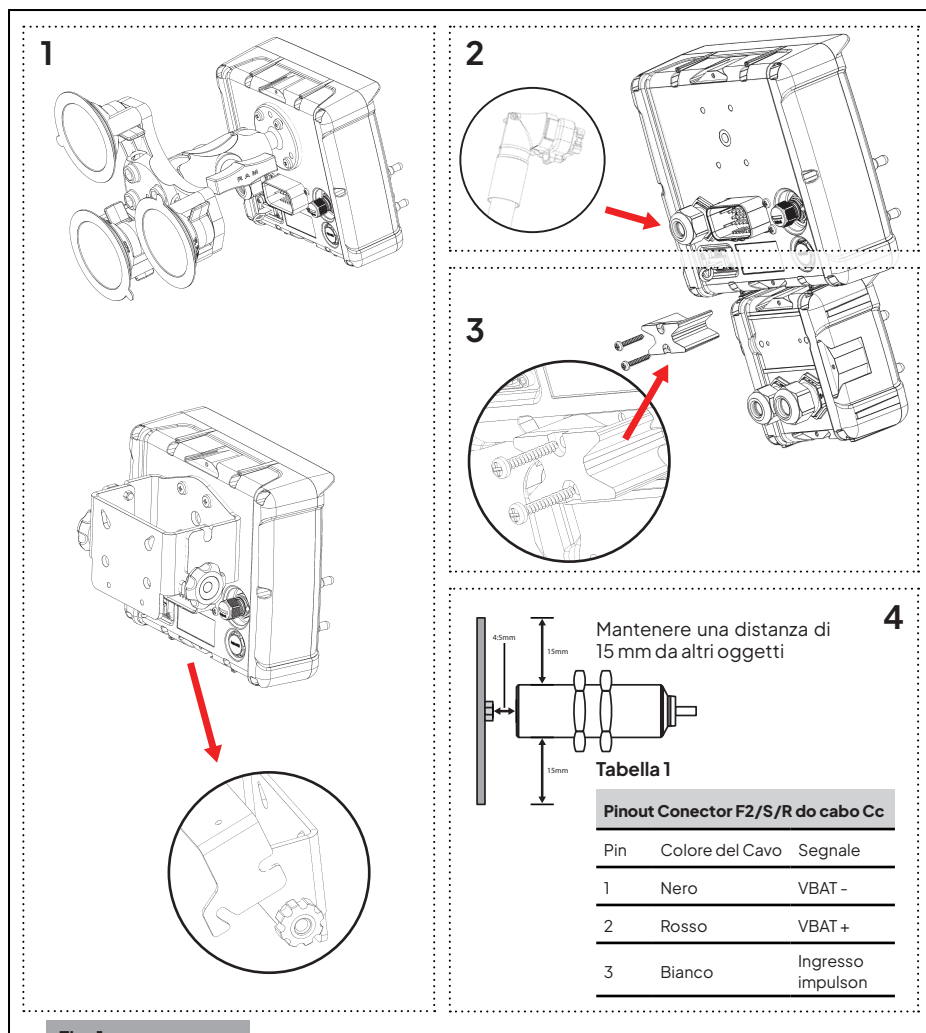

Fig. 1
1. Scollegare i cavi dalla scatola di comando (Figure 1 e 2).